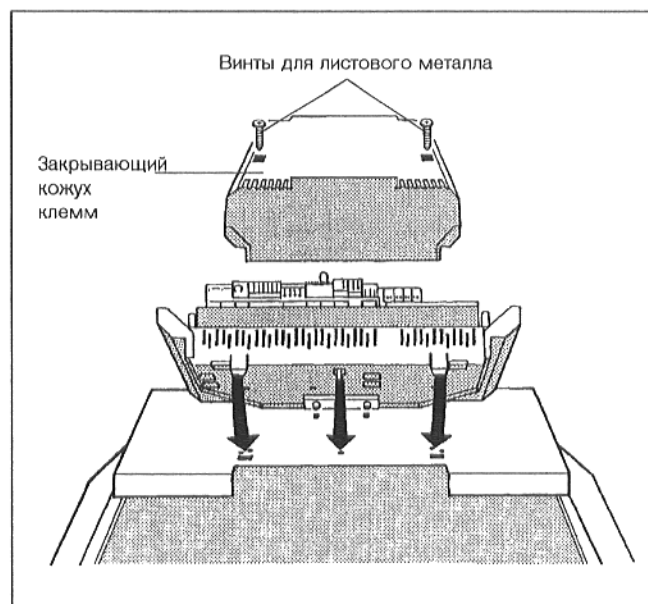

Рис. 17
- Вывернуть оба винта из закрывающего кожуха клемм устройства регулирования. Снять закрывающий кожух клемм (Рис. 17).
- Устройство регулирования установить таким образом, чтобы вставные крюки спереди входили в отверстия овальной формы, подать устройство регулирования по направлению вперед и затем откинуть назад, чтобы оба эластичных крюка зафиксировались с правой и левой стороны (стрелки – Рис. 17).
- Надеть закрывающий кожух клемм и привинтить посредством 2 винтов (Рис. 17).